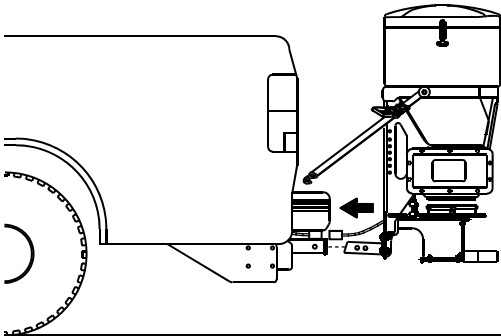

Figure 6
- Insérez l'attelage de l'épandeur dans le dispositif d'attelage du véhicule et alignez le second trou de l'attelage de l'épandeur sur le trou du dispositif d'attelage du véhicule (Figure 6).